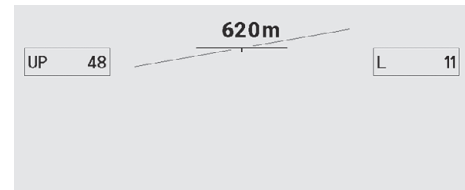

Abb. 3
3. Ggf. mit den Tasten "nach rechts/nach links" Windrichtung korrigieren. Dazu Tasten drücken, bis der Windrichtungspfeil (Beispiel Abb. 3: Wind kommt aus Richtung "1 Uhr") die korrekte Windrichtung anzeigt.
- Um zurück in das erste Menü (Abb. 3) zu wechseln: Ein-/Ausschalttaste (3/1) erneut kurz drücken.